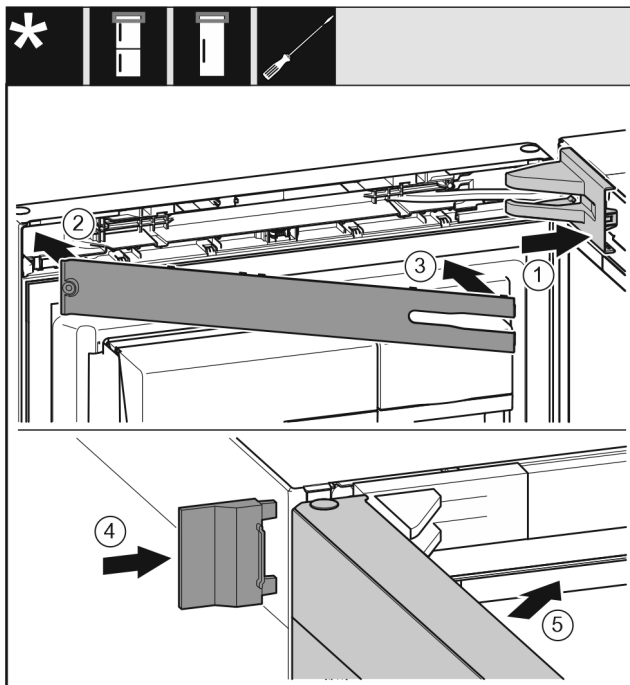

Fig. 22
- ▶ Nasadte a zaklapněte kryt stojanu ložiska, příp. opatrně odtlačte od sebe. Fig. 22 (1)
- ▶ Nasadte záslepku. Fig. 22 (2)
- ▶ Záslepku sklopte a zaklapněte. Fig. 22 (3)
- ▶ Nasuňte vnější kryt. Fig. 22 (4)
- ▶ Zavřete horní dveře. Fig. 22 (5)